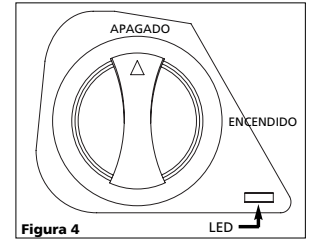

Figura 4 LED
4. Asegúrese de que el interruptor de corriente de la batería de arranque esté apagado (vea la figura 4).